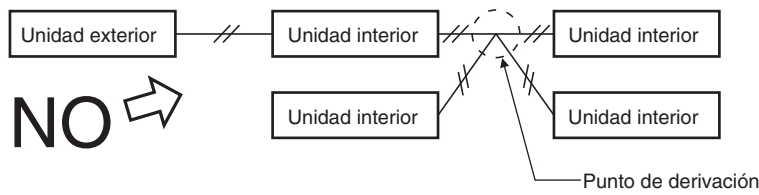

Fig. 4-4
- (3) No instale los cables de control entre unidades con conexiones de derivación en estrella. Las conexiones de derivación en estrella provocan fallos de ajuste de la dirección. (Fig. 4-4)